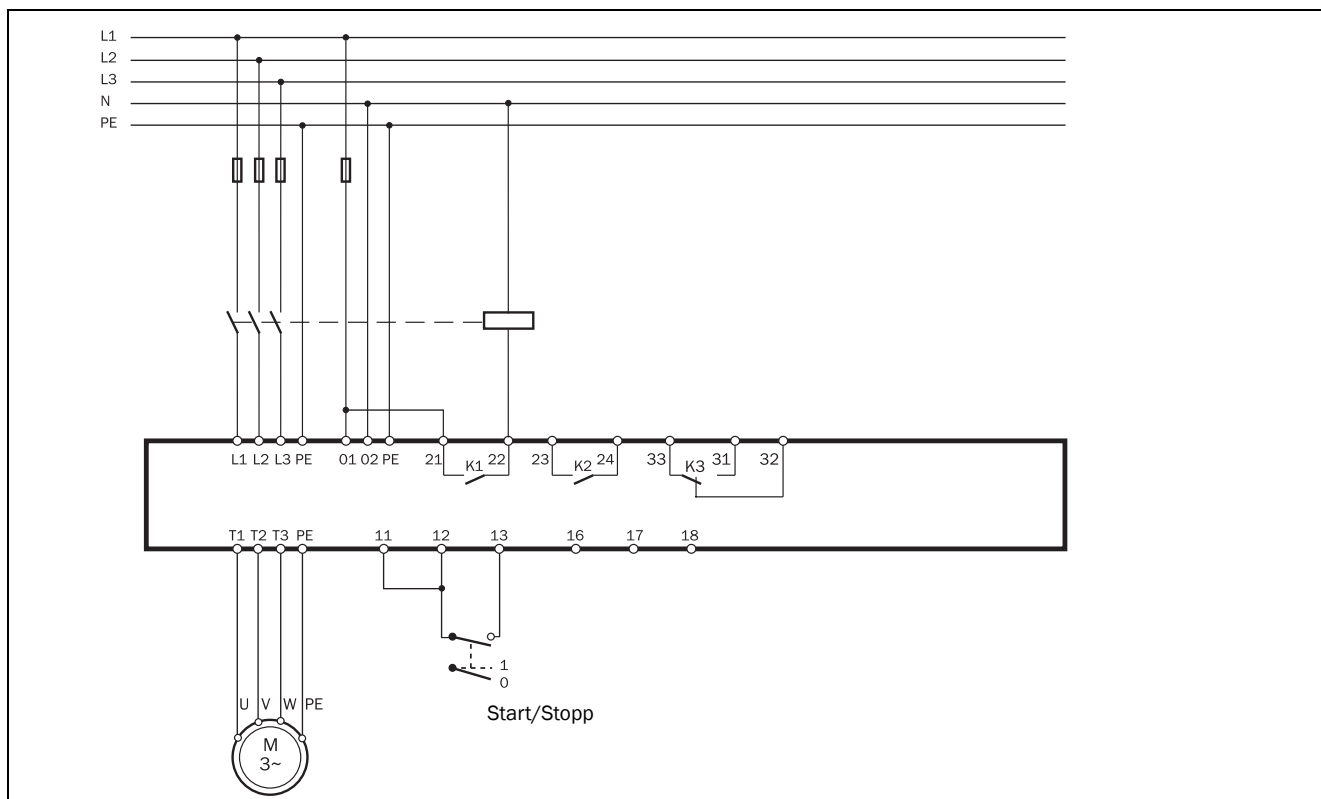

Abb. 25 Standardverdrahtung.
- Schließen Sie den Motor wie in Abb. 25 gezeigt an